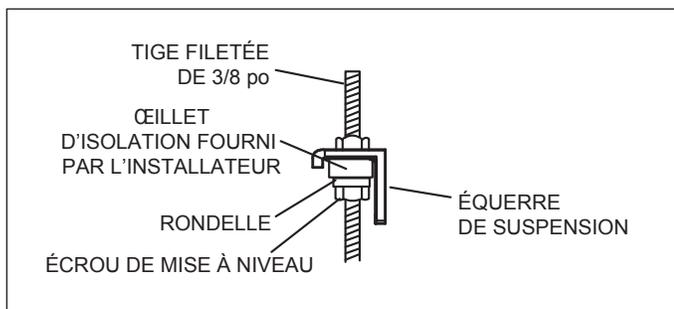

Figure 9. Bague d'isolation
5. Au besoin, installer un œillet d'isolation (à fournir par l'installateur) comme illustré à la «Figure 9. Bague d'isolation» pour éviter la transmission des vibrations de l'unité au plafond structurel.
7. L'unité est configurée en usine pour refouler l'air par l'avant avec le filtre à air de retour à l'arrière de l'unité. Le filtre à air de retour peut être déplacé sur place pour y avoir accès par le dessous si cela s'avère plus commode. Voir «Figure 9. Bague d'isolation».